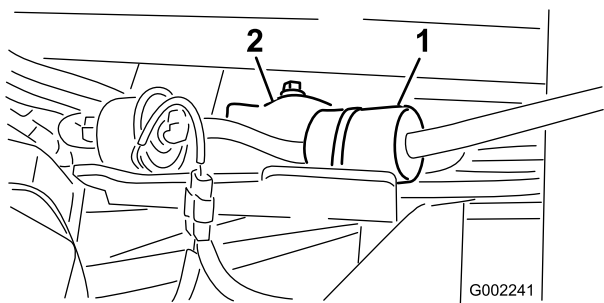

Figure 45
4. Desserrez les colliers de serrage et repoussez-les pour les éloigner du filtre (Figure 45).